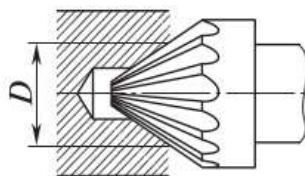

Рис. 5.29. Зенкование отверстия
4. Для получения в отверстиях фаски применяют многолезвийный инструмент — коническую зенковку (рис. 5.29).